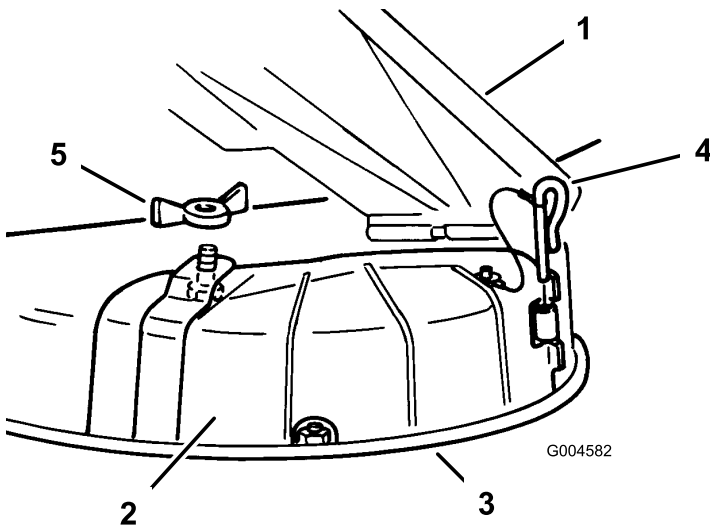

Bild 24
3. Entfernen Sie die Flügelmutter und die Schraube, mit denen die Abdeckung befestigt ist (Bild 24). Bewahren Sie alle Teile für eine Wiederverwendung auf.
4. Entfernen Sie die Scharnierstifte, mit denen die Abdeckung am Mähwerk befestigt sind (Bild 24).